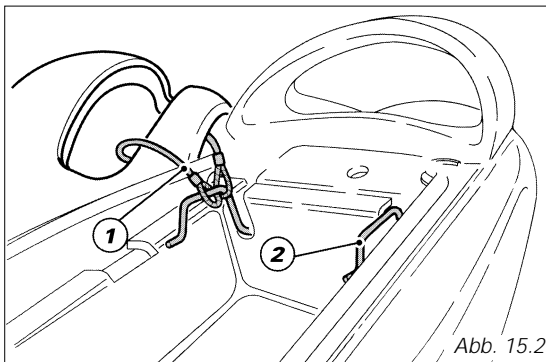

Abb. 15.2
Im hinteren Sitzbankteil, d.h. im Stauraum, befindet sich der Helmbefestigungsgurt (1) (siehe Seite 38). Das Ende dieses Gurts durch den Helm ziehen und in einen der beiden Haken (2) einhaken. Den Helm heraushängen lassen (Abb. 15.2) und zur Befestigung die Sitzbank montieren.